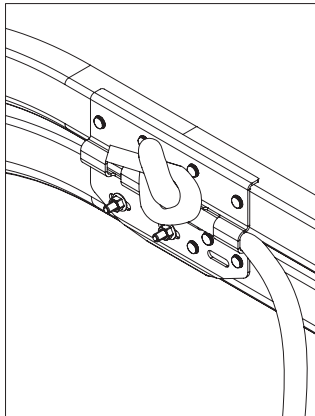

Рис.42.1. Крепление каната
- Способ крепления каната показан на рис. 42.1 и 42.2. Верхний конец каната крепится к соединительной пластине горизонтальной направляющей, нижний - закрепляется при помощи шайбы и самонарезающего винта 6,3х35, заворачиваемого в панель через отверстие нижнего кронштейна.